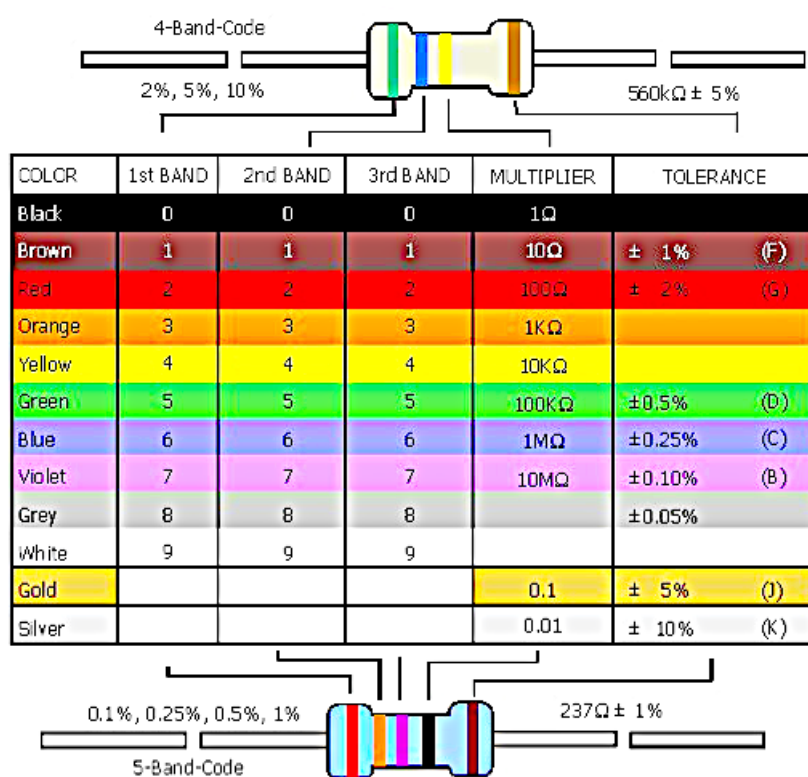

Figura B.3: Identificação de resistência conforme código de cores.
A figura B.3 mostra um exemplo de identificação de valores em resistores conforme suas cores. Por exemplo, um resistor de 330 Ω virá identificado pelas seguintes faixas de cores: laranja (3), laranja (3), marrom ($\times 10$), dourado (tolerância de 5%).